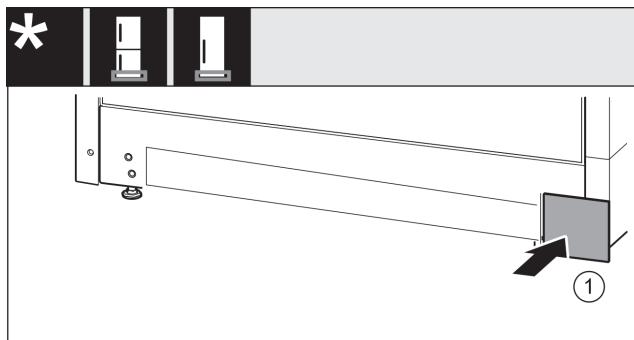

Fig. 18
- ▶ Riapplicare la copertura Fig. 18 (1) sull'altro lato.